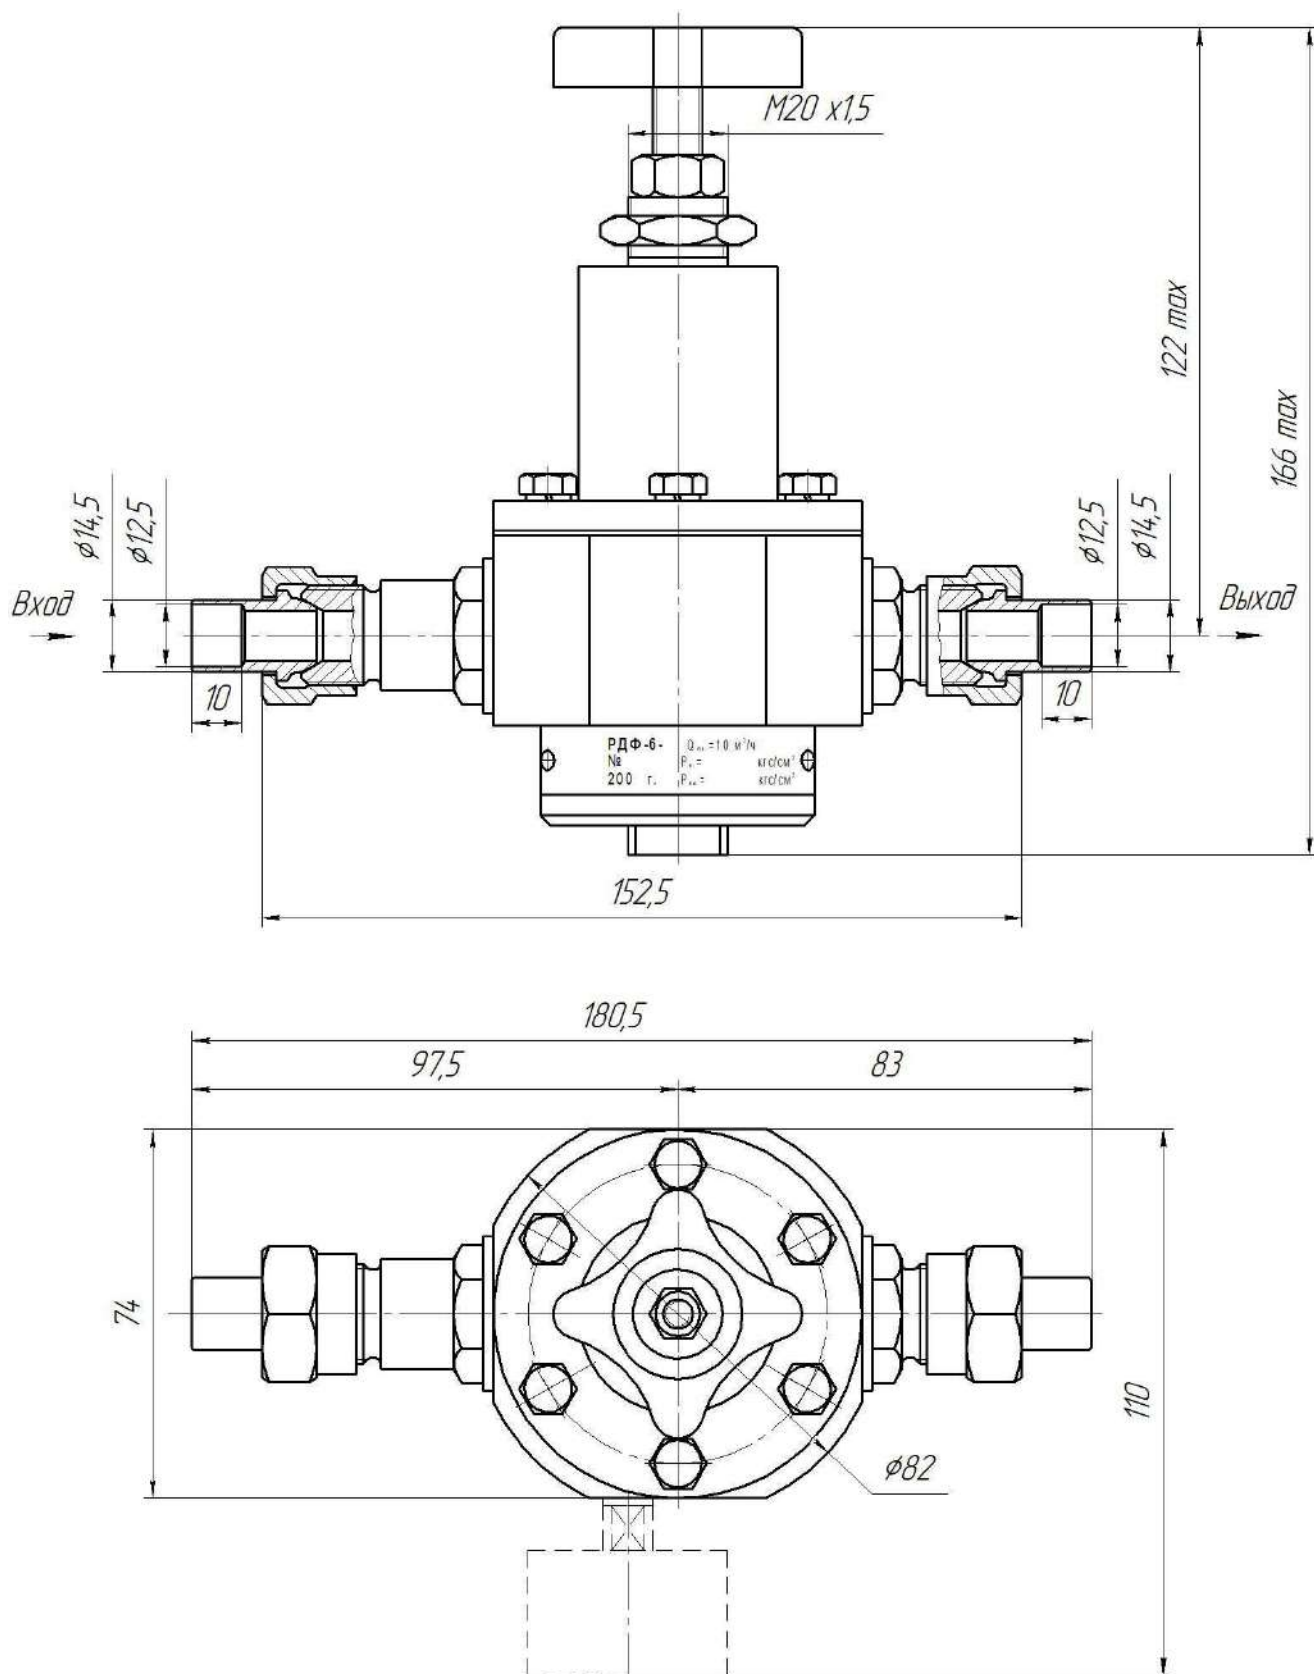

Рисунок 2.1 - Габаритные и установочные размеры РДФ-6...РДФ-6-06
8.1 Крепление редукторов РДФ-6...РДФ-6-06 осуществляется за резьбовую часть крышки М 20х1,5 с помощью гайки (см. рисунок 2.1).